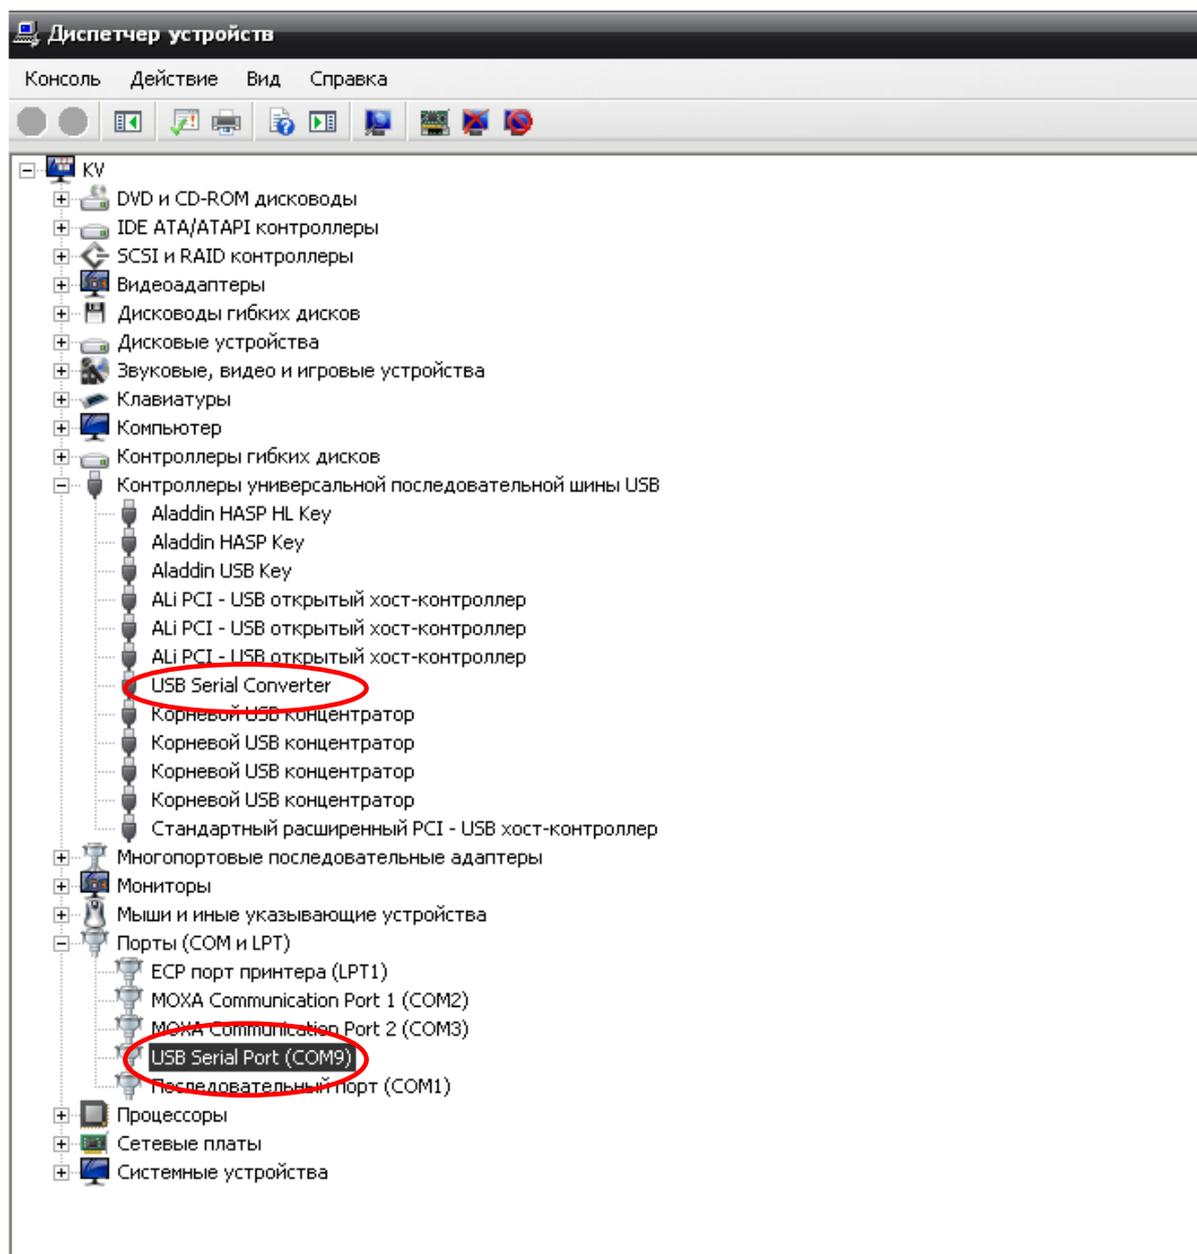

Рисунок 1
- После окончания установки в «Диспетчере устройств» должен появиться новый USB-Serial Converter и USB-Serial port (см. рисунок 1).